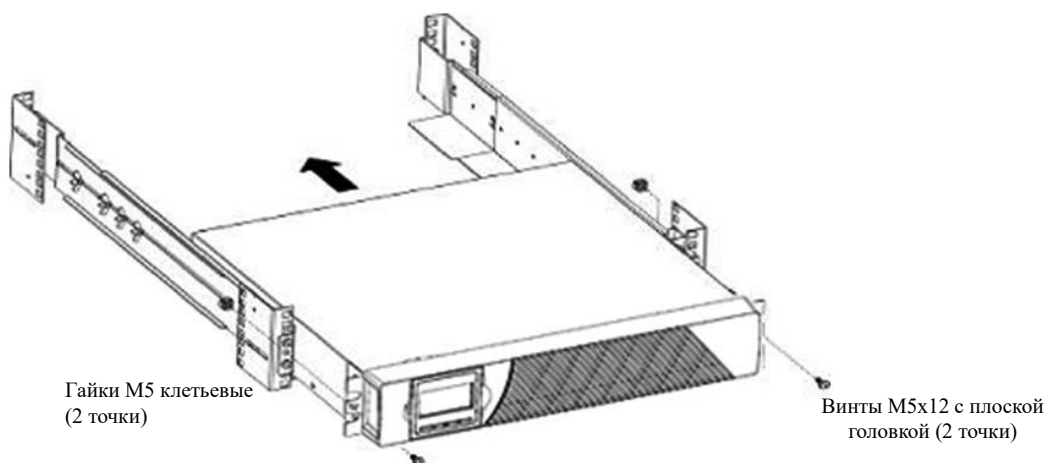

Рисунок 4 Крепление ИБП в шкафу спереди
- ј) Закрепите ИБП в шкафу спереди при помощи одного винта М5х12 с плоской головкой и одной клетьевой гайки М5 справа и слева (см. рисунок 4). Вставьте нижний винт на каждой стороне через нижнее отверстие монтажного кронштейна и нижнее отверстие направляющей.